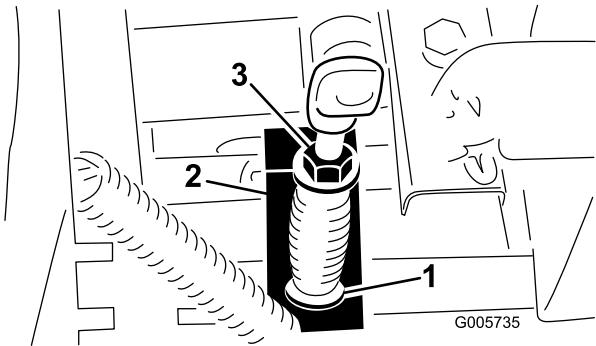

Bild 66
3. Messen Sie die Länge der ZWA-Feder zwischen den Flachscheiben (Bild 66). Die Federlänge sollte 81 mm betragen.
4. Zum Einstellen halten Sie die Einstellschraube mit einem Schraubenschlüssel fest (unter dem ZWA-Aktuatorarm) und drehen Sie die Sicherungsmutter (Bild 66).